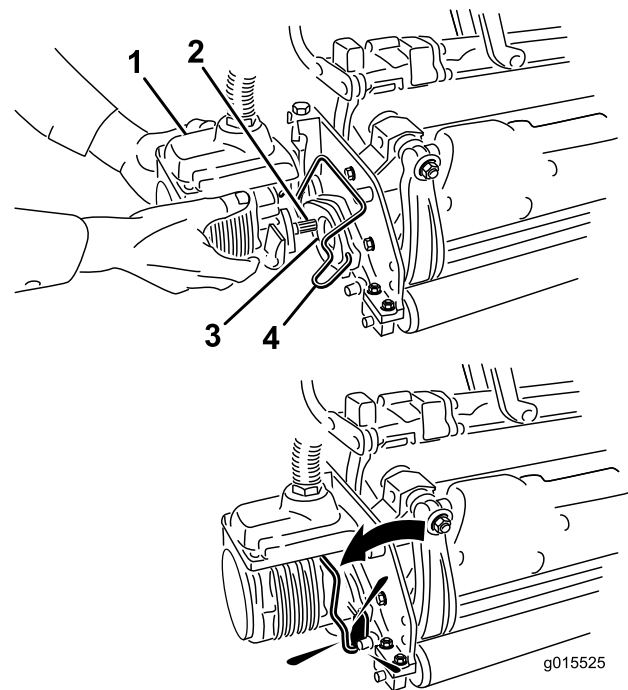

Figura 14
11. Cubra el eje acanalado del motor de la unidad de corte con grasa limpia (Figura 14).
12. Introduzca el motor en el lado izquierdo de la unidad de corte (visto desde el puesto del operador) y tire de la barra de retención del motor (en la unidad de corte) hacia el motor hasta que oiga un "clic" en ambos lados del motor (Figura 14).